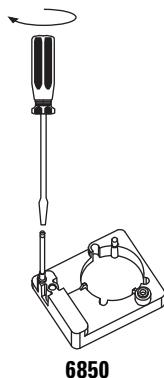

Figura 17 Installazione della staffa di montaggio (GC 6850)
- **GC serie 6850.** Installare nella staffa di montaggio dell'iniettore. Allentare le viti dell'iniettore, quindi installare la staffa e stringere le viti. La staffa deve essere ruotata fino in fondo (Figura 17).